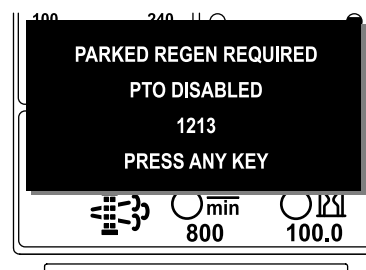

Рисунок 19
- Если вы не выполните стационарную регенерацию в течение 2 часов, дисплей инфо-центра отобразит сообщение «Требуется стационарная регенерация — механизм отбора мощности выключен» — ИНФОРМАЦИОННОЕ СООБЩЕНИЕ № 1213 (Рисунок 19).